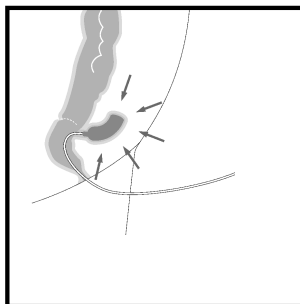

Fig. 4
17. Kontrollér svampens position ved hjælp af endoskopet (Fig. 4).